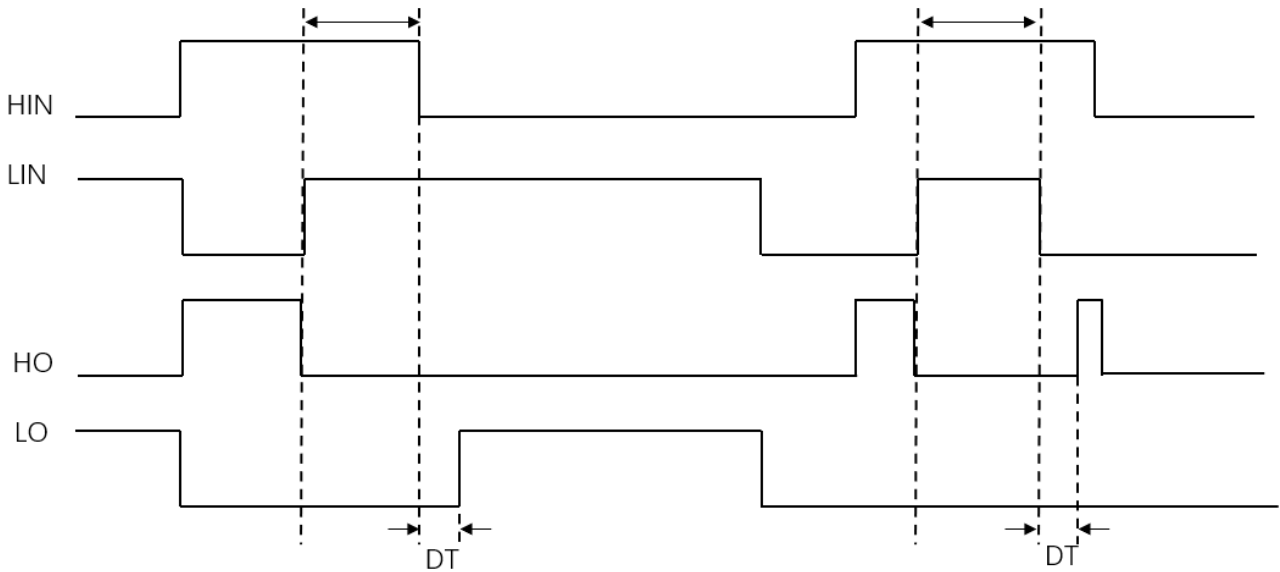

图 2-4 功率管直通保护示意图
芯片内部配备了专门用于防止功率管直通的保护电路，能有效地防止高边和低边输入信号受到共模干扰时造成的功率管损害。图 2-4 功率管直通保护示意图展示了直通保护电路如何保护功率管的过程。功率管直通意味着同一个半桥中的高边栅极驱动器输出 HO 和低边栅极驱动器输出 LO 同时为“高”，这时会有非常大的有害电流同时流过上下边功率管，并伴有较大的功率损耗产生，严重时甚至会直接损坏功率管。如图 2-4 功率管直通保护示意图所示，当同一相的低边输入 LIN 和高边输入 HIN 同时为“高”时，内部保护电路将驱动器输出 HO 和 LO 拉至“低”，有效关断功率管。当其中一个输入信号变为“低”时，驱动器输出需要经过一个死区时间 (DT) 的延时才能输出“高”。该措施避免了有害短输入脉冲造成的功率管开关过度状态，有效地减小损耗，降低功率管损坏的风险。